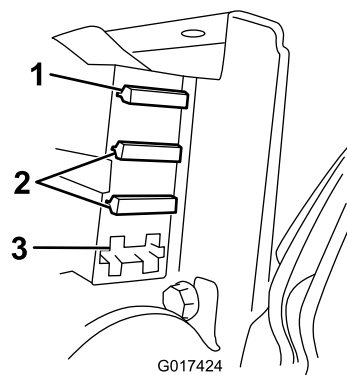

Рисунок 42
3. Проверьте предохранители, установленные в блоке предохранителей (Рисунок 42).
- Если какой-либо из предохранителей перегорел, замените его на предохранитель с соответствующим напряжением и силой тока (Рисунок 42).